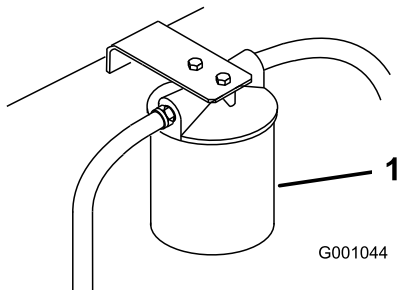

Bild 95
3. Stellen Sie eine Auffangwanne unter den Filter, bauen Sie den alten Filter aus und wischen Sie die Dichtungsfläche des Filterstutzens sauber (Bild 95).